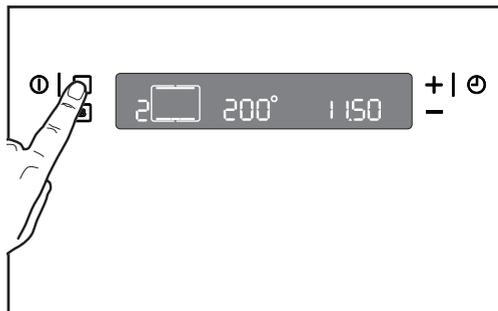

Рис. 5
2. Нажимая на кнопку , выберите нужный режим. При каждом нажатии на кнопку  на дисплее будет появляться символ того или иного режима, а слева от символа - соответствующий номер выбранного режима (Рис. 5).